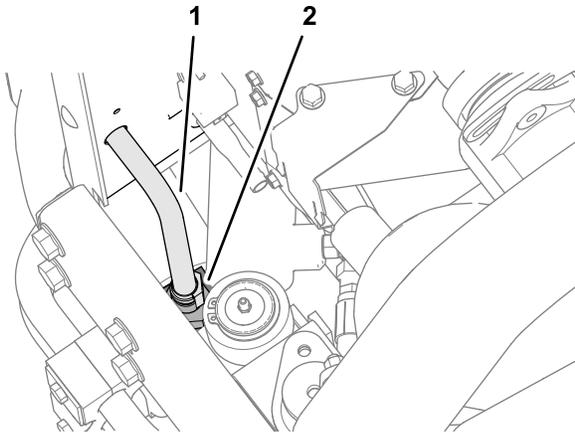

Figura 13
3. Desligue o tubo de saída do refrigerador da união na parte superior da cabeça do filtro hidráulico (Figura 13).